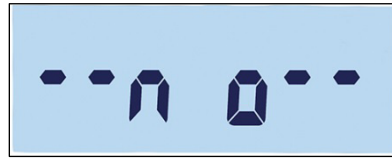

Abbildung 3-39: Warnmeldung für zweite Anwendung
- Es kann nur eine Anwendung für die Aktivierung durch eine Funktionstaste ausgewählt werden. Wenn jeder Taste eine Anwendung zugeordnet ist (z. B. F1 = Zählen, F2 = Tierwägen), funktioniert nur die zuerst aktivierte Anwendung. Wird F1 gedrückt, öffnet das Terminal den Zählmodus. Beim Drücken von F2 kann jedoch nicht der Tierwägemodus aktiviert werden. Stattdessen erscheint eine Warnmeldung (Abbildung 3-39). Verlassen Sie zuerst die aktive Anwendung, bevor Sie F2 drücken, um eine andere Anwendung zu aktivieren.